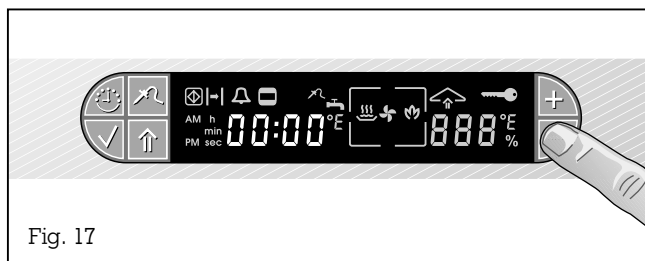

Fig. 17
- L'appareil étant allumé, appuyez sur la touche - (fig. 17).